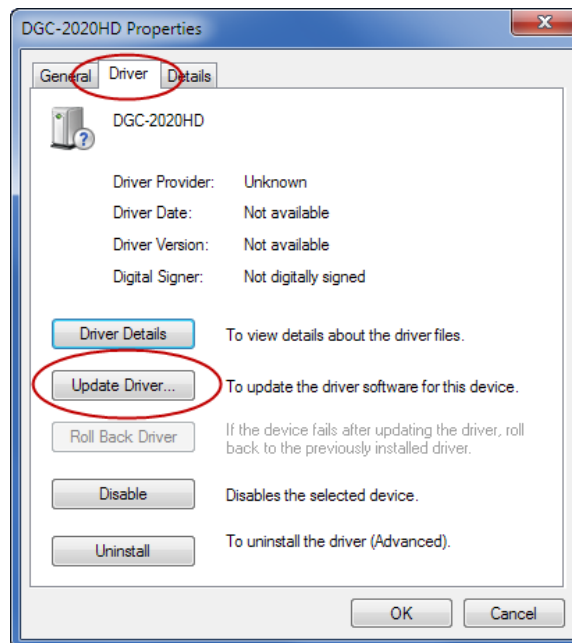

Figure 24-3. Propriétés du DGC-2020HD
- Étape 3. Dans la fenêtre Propriétés, sélectionnez l'onglet Pilote et cliquez sur Mettre à jour le pilote. Voir Figure 24-3.